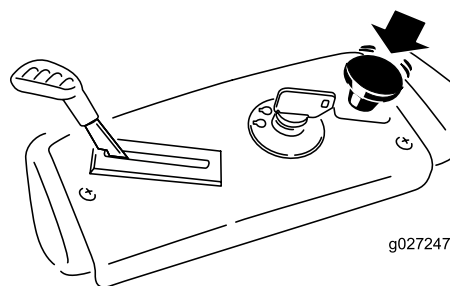

Figure 13
1. Désengagez les lames en plaçant la commande des lames en position DÉSENGAGÉE (Figure 13).